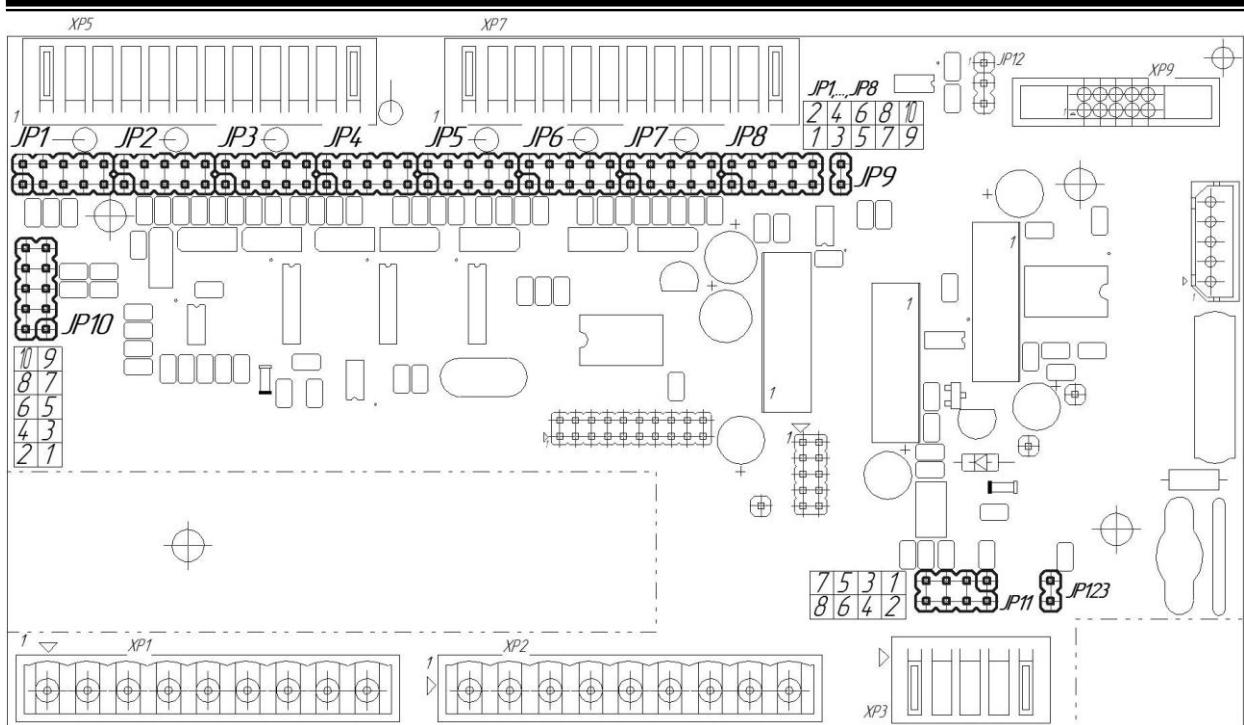

Рисунок 4.5 – Положение перемычек на плате входов
- положения перемычек на плате процессора (установленной внутри регулятора) – см. рисунок 4.5.